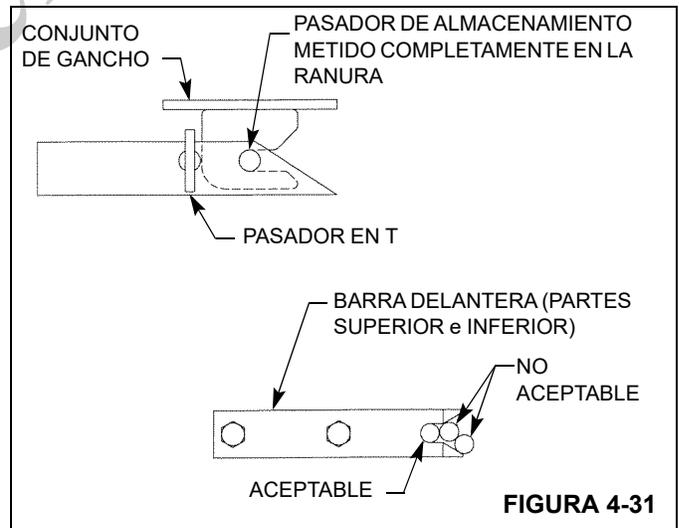

FIGURA 4-31
9. Cuando la pluma está completamente retraída, los pasadores de almacenamiento del plumín deben tocar fondo de modo seguro en los conjuntos de orejetas, Figura 4-31.